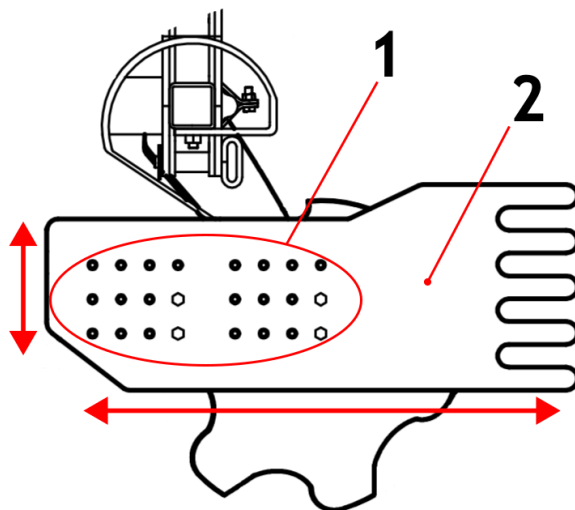

Figure 39 Réglage de la position de l'écran latéral (1 - orifices de réglage de la position de l'écran latéral par rapport au support, 2 - écran latéral).
L'écran latéral doit être réglé et bloqué à l'aide du boulon à une hauteur telle qu'il se situe au-dessus de la surface du sol, afin d'éviter tout risque de choc avec des pierres ou d'accumulation de résidus de récolte. En cas de besoin, le décaler en avant ou en arrière (remettre les boulons dans les orifices de réglage disponibles (fig. 39 pos. 1) de manière à retenir la terre projetée par le disque avant extérieur et à ramener la terre dans la raie laissée par le disque arrière extérieur.